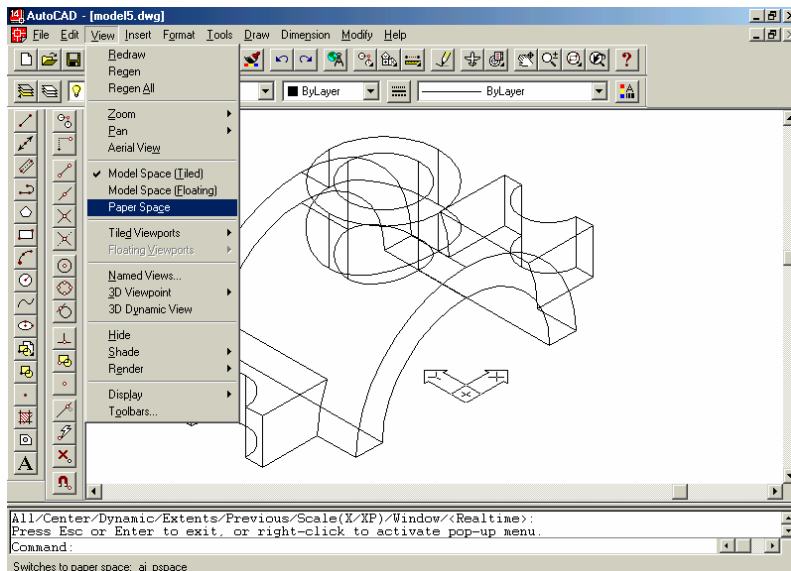

Fig. 12.21 Trecerea din MSPACE în PSPACE
1. Trecerea din MSPACE în PSPACE, prin setarea variabilei TILEMODE pe 0, sau selectînd opțiunea *Paper Space* din meniul *View* (fig. 12.21);
5. Se trece din MS în PS și se alege în fiecare fereastră de vizualizare creată, punctul de vedere corespunzător proiecției dorite (fig. 12.21 ,12.22), astfel: